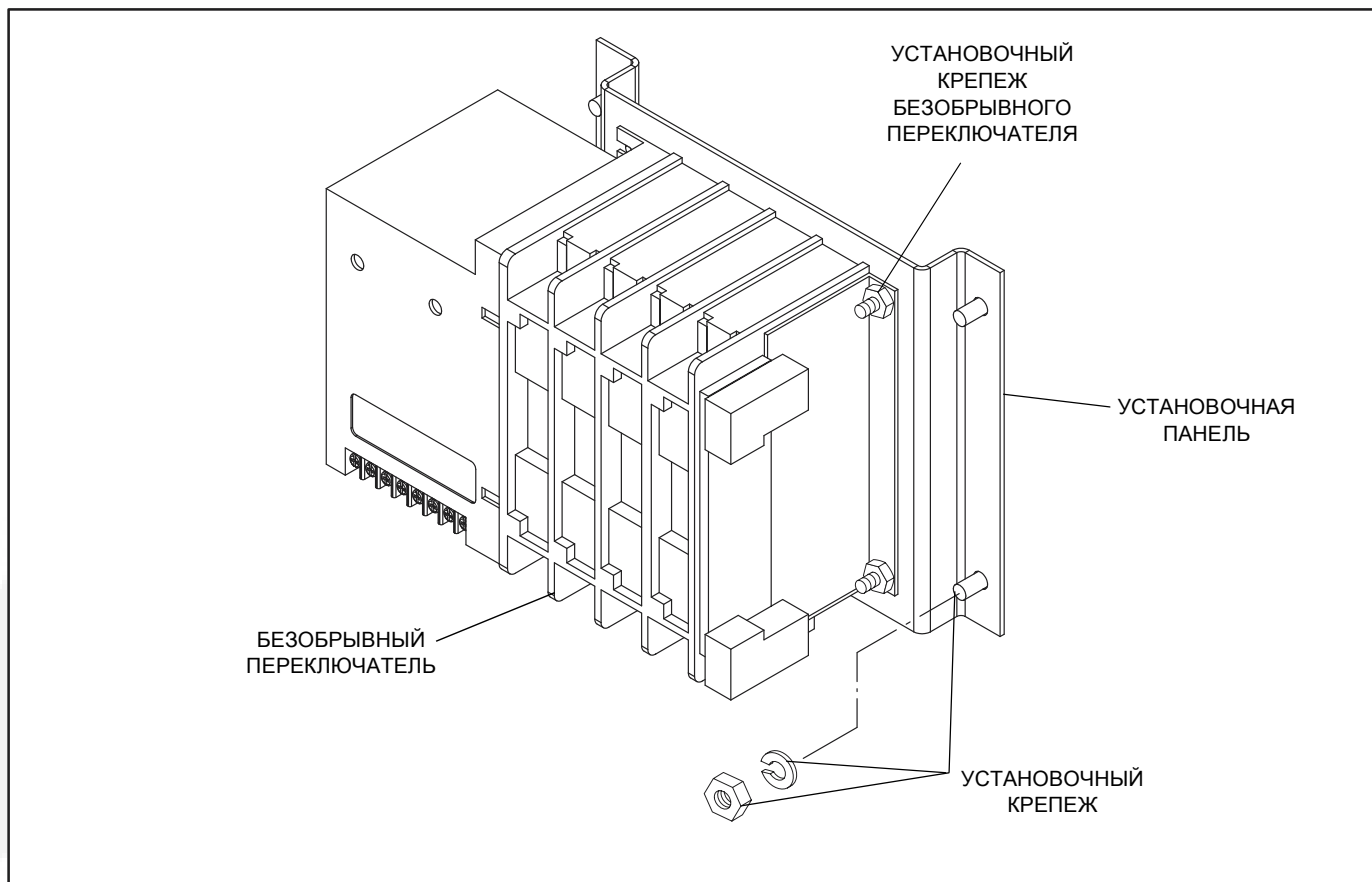

РИС. 9-1. СНЯТИЕ БЕЗОБРЫВНОГО ПЕРЕКЛЮЧАТЕЛЯ
3. Отпустите и снимите с четырех шпилек гайки и шайбы, которые крепят панель переключателя и переключатель к задней стенке шкафа (см. рис. 9-1).